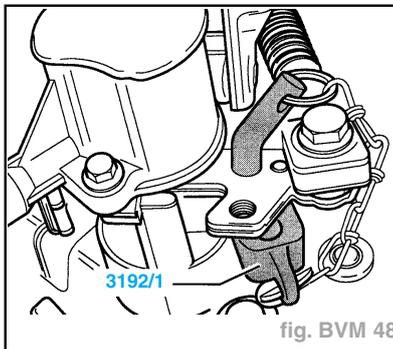

fig. BVM 48
- Faire pivoter les crochets de fixation du gabarit sous la plaque de palier et serrer l'écrou (D).
- Pousser le levier de commande avec le coulisseau vers la gauche jusqu'à la butée (dans le sens de la flèche) et serrer le coulisseau avec la vis (E).
- Serrer la vis (C).
- Faire glisser la clavette 3192/1 sans aucun jeu entre le levier de changement de vitesse (fig. BVM 48).